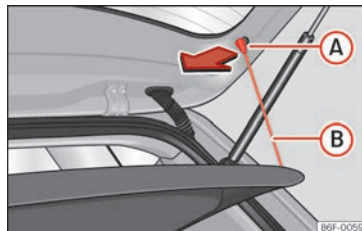

Abb. 142 Im Gepäckraum: Gepäckraumabdeckung aus- und einbauen.
- Hängen Sie die Haltebänder »» (Abb. 142) B aus den Aufnahmen A aus.
- Hängen Sie die Haltebänder »» (Abb. 142) B an der Heckklappe ein.